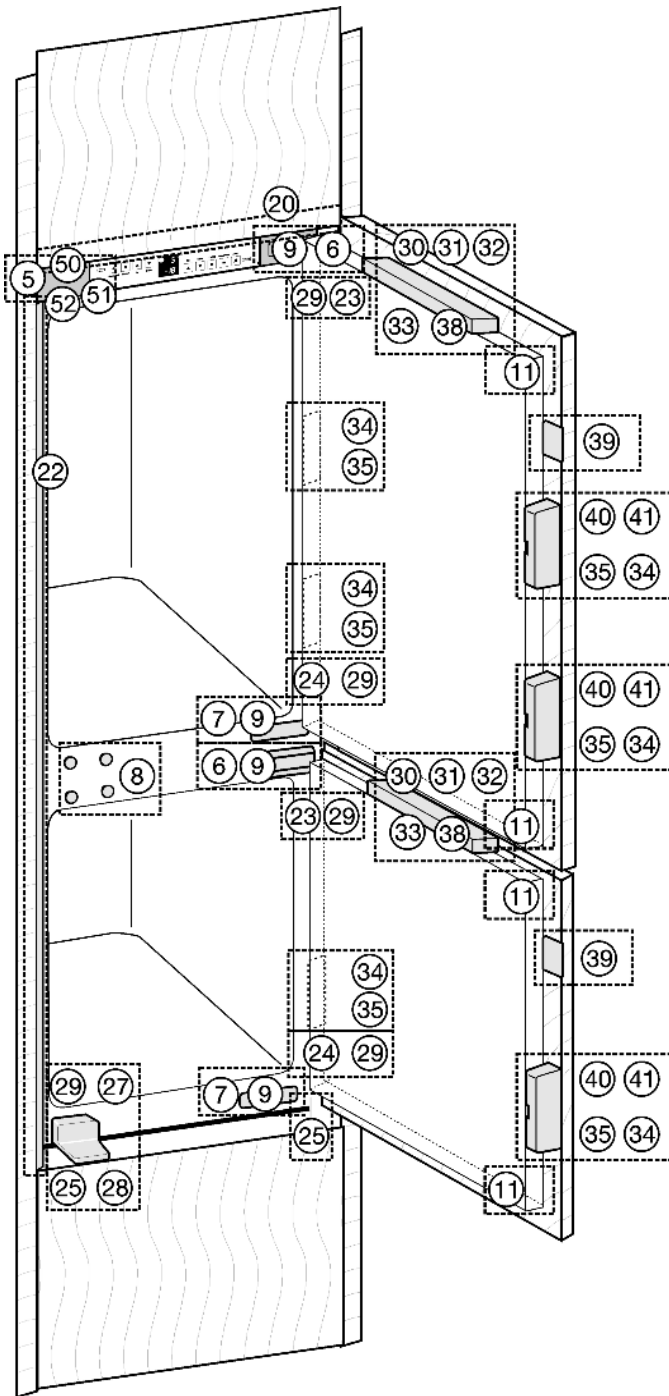

Fig. 10
- ▶ Enlever les caches Fig. 10 (5,6,7).
- ▶ Cliper l'écarteur Fig. 14 (23) sur les charnières supérieures et l'écarteur Fig. 10 (24) sur les charnières inférieures.